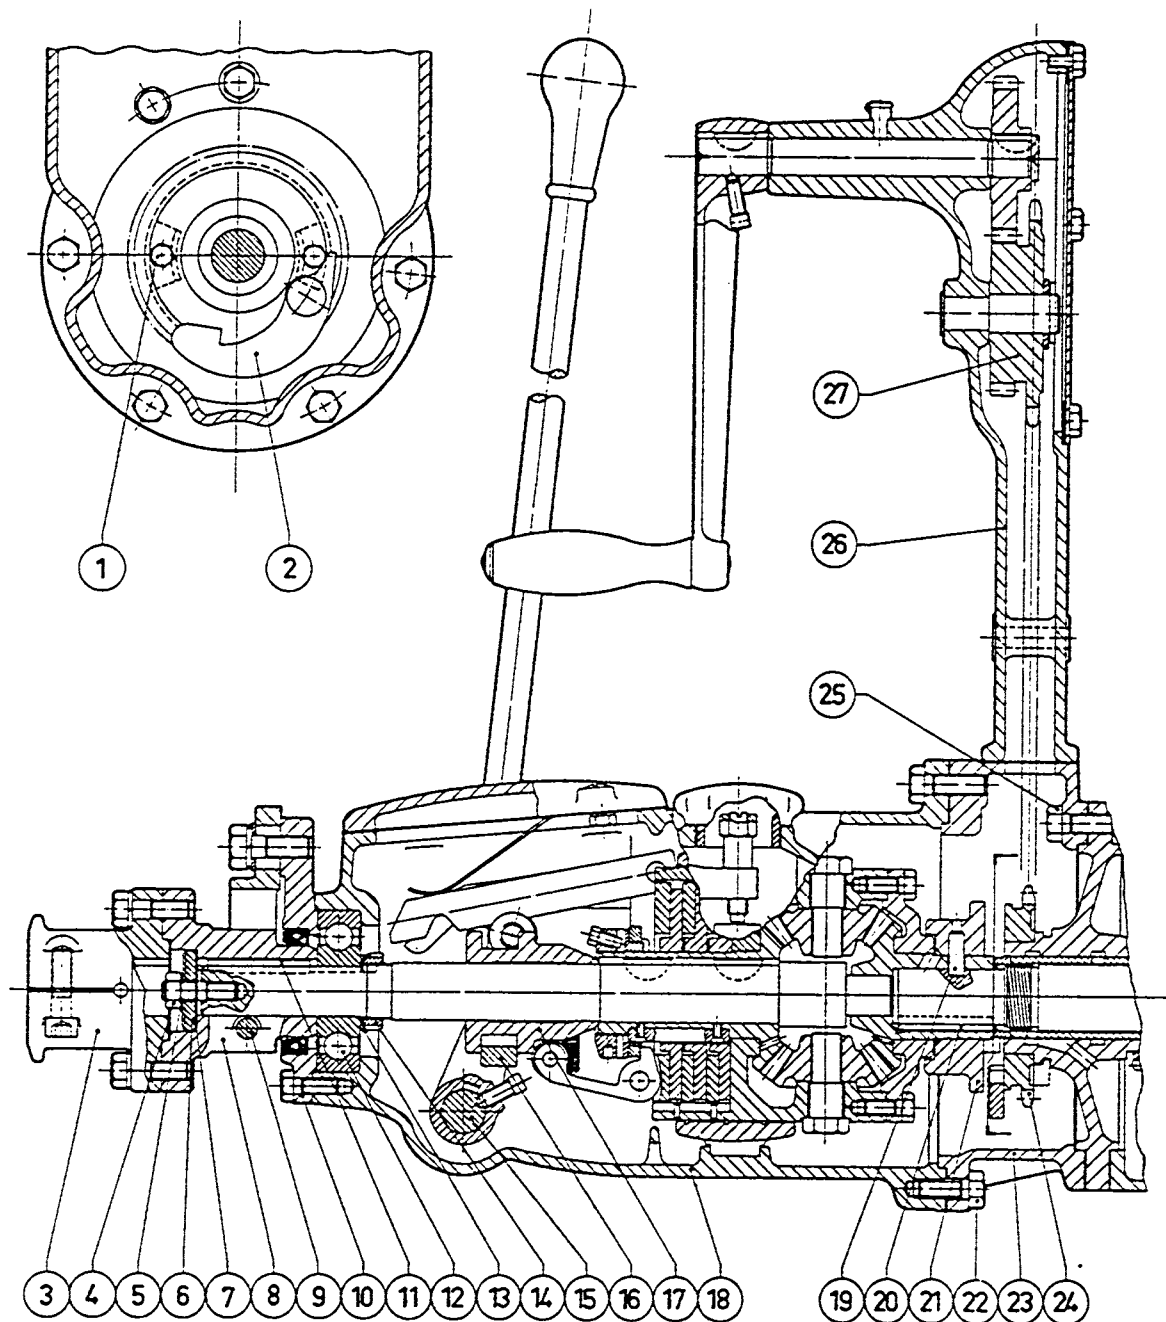

Bild 12. Backslag och kedjestart i genomskärning.
- 2 Lossa kopplingshalvan 3 (bild 12) i samband med demontering av propelleraxeln.
- 1 Lossa skruvarna 25 (4 st) (bild 12) som håller mellandelen 23. Mellandelen 23 med stativet 26 kan nu lossas från cylinderblocket samtidigt som man lossar kedjan från kedjehjulet 24.
- 1 Montera kedjehjulet 24 (bild 12) komplett med spärrhaken 2. Kedjehjulet 24 vrids så att spärrhaken 2 kommer i sitt nedre läge och så att en linje genom de båda skruvarna 1 blir vågrät. (Det läge som visas på bild 12.)
- 3 För på plats mellandelen 23 och stativet 26 hopmonterade och med kedjan monterad på övre kedjehjulet 27, samtidigt som kedjan monteras på nedre kedjehjulet 24. Startveven skall vid monteringen hänga lodrätt (som på bild 12).
- 4 Montera skruvarna 25 (4 st). Obs! Den korta skruven (synlig på bild 12) skall monteras överst innanför mellandelen.
- 1 Montera kilen 20 (bild 12) och för växelhuset och klämhylsan 21 på plats. Växelhuset låses därefter med klämhylsan 21. Se härvid till att dubben 19 passas i hålet på axeln (vid motor utan kedjestart kan mellandelen 23 monteras efter att växelhuset och klämhylsan 21 har monterats). Obs! Om mellandelen 23 har demonterats på motor utan kedjestart, se då till vid återmonteringen att den korta skruven 25 monteras överst.